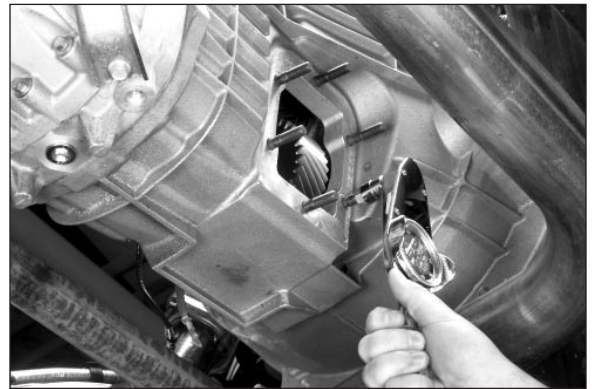

Fig. 3
4. Instale los seis remaches y apriete a 23-26 N.m [17-19 libras-pie] (Fig. 3).